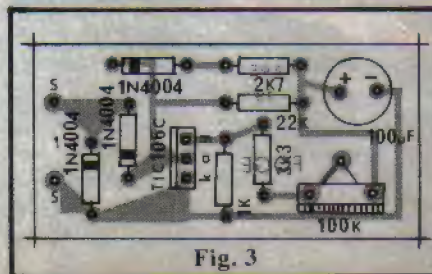

Fig. 3
- **FIG. 3** - A montagem propriamente está na fig. 3, que mostra o "chapeado" (estilização dos componentes sobre o lado não cobreado da placa) do FOGUE. Os cuidados principais devem ser dirigidos ao posicionamento dos componentes polarizados (diodos, capacitor eletrolítico e SCR), que têm jeito **certo e único** de serem inseridos na placa, já que qualquer inversão na posição dessas peças redundará no **não funcionamento** do circuito (além do eventual dano ao próprio componente erroneamente ligado). Embora o "chapeado" em si seja muito claro, quem ainda tiver alguma dúvida deve consultar o TABELÃO (junto às INSTRUÇÕES GERAIS, de acordo com as informações da Concessionária Exclusiva...) antes de iniciar a colocação e soldagem dos componentes. Observar os diodos quanto às posições das faixas contrastantes indicativas dos terminais de **catodo**. A lapela metálica do SCR (TIC106C) deve, na placa, ficar voltada para os três diodos 1N4004. Quanto ao capacitor eletrolítico, sua polaridade (terminais + e -) está indicada no corpo da peça, ou então o hobbysta deve lembrar-se que o terminal mais longo correspondente sempre ao **positivo** (+), no caso de capacitor com terminais **radiais** (ambas as "pernas" saindo do mesmo lado da peça), enquanto que os capacitores com terminais **axiais** (cada "perna" saindo de um lado...) têm seu **positivo** referenciado pelo ressalto existente na extremidade do corpo cilíndrico do componente... Todos os componentes posicionados e soldados, uma rigorosa verificação final de ser feita lembrando sempre que tensões e correntes consideráveis estão envolvidas no funcionamento do FOGUE e que assim